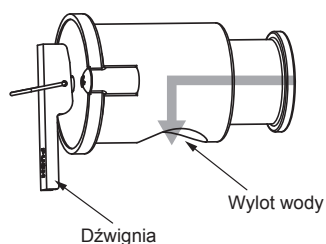

Fig. 4-2
4.4. Części, które wymagają regularnych przeglądów (Fig. 4-2)